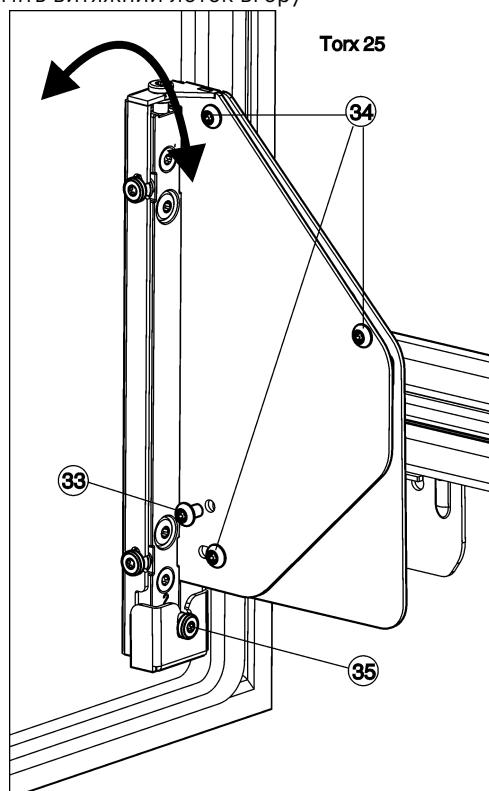

Fig. 26
- Повністю відгвинтити гвинт Fig. 26 (33).
- Утилізувати гвинт Fig. 26 (33), він більше не знадобиться.
- Відпустити гвинти Fig. 26 (34) на 1-2 оберти.
- ▶ Повернути регулювальний гвинт Fig. 26 (35). За годинниковою стрілкою: дверцята вгорі відхиляються від корпусу пристроя. Проти годинникової стрілки: дверцята вгорі нахиляються до пристроя і внизу відхиляються від корпусу пристроя.
- ▶ Знову міцно затягніть всі гвинти Fig. 26 (34) після закінчення регулювання нахилу.